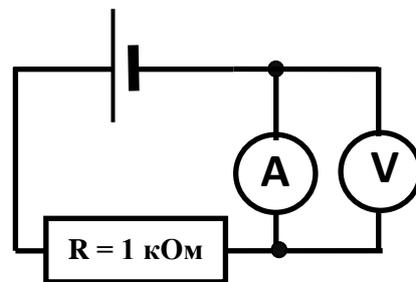

Рис. 10. Схема для определения внутреннего сопротивления амперметра.
Рассчитайте силу тока в цепи рис. 10, если сопротивление амперметра $R_A \ll R$ ($R = 1 \text{ КОм}$), а напряжение на блоке питания 30 В. Запишите в табл.1.
2. Для определения внутреннего сопротивления амперметра соберите схему с рис. 10 (блок-схема – на рис. 11). Для сборки схем используйте электронный конструктор 3В (гнезда платы, соединенные белыми линиями, соединены накоротко). Сопротивление резистора – 1 кОм. В качестве амперметра используйте стрелочный мультиметр в режиме измерения постоянного тока (начальный предел измерения – максимальный). В качестве вольтметра используйте цифровой мультиметр в режим измерения постоянного напряжения (диапазоны измерения в этом приборе устанавливаются автоматически). При подключении приборов в цепь необходимо соблюдать полярность их подключения относительно блока питания. Для того, чтобы облегчить сборку и проверку схемы, используйте цветные провода: красные провода подключайте к «+» прибора, синие – к «—».